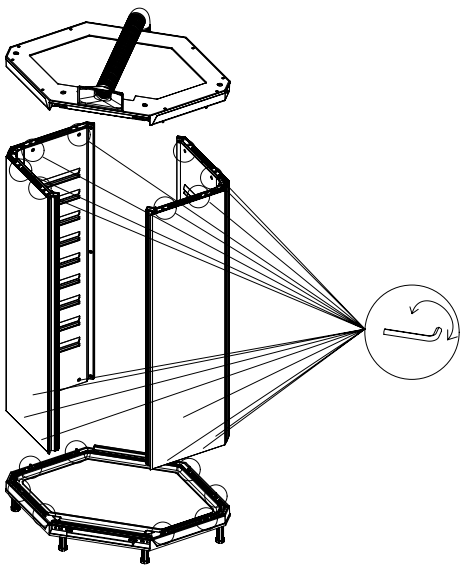

Fig. 8-7
7. Kjøleaggregatet må vende mot hjørnet av kjøkkenet. Monter kjøleaggregatet i nisjen ved å løfte bakveggen gjennom døråpningen, vende toppen mot deg og løfte aggregatet inn i nisjen (fig. 8-7/8-8).